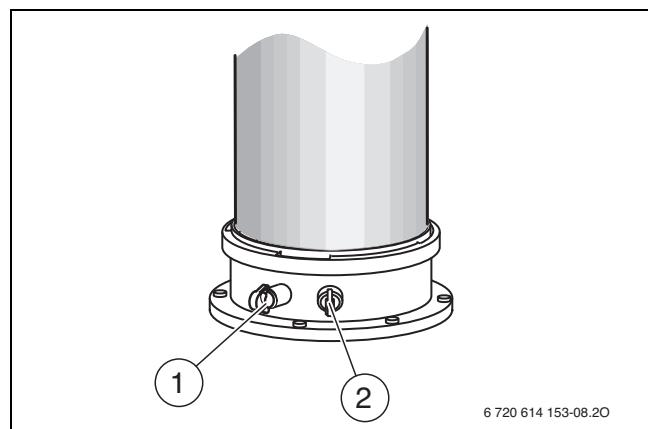

Bild 54 Abgasmessstutzen und Verbrennungsluft-Messstutzen
- Stopfen am Verbrennungsluft-Messstutzen (→ Bild 54, [2]) entfernen.
- Stopfen am Abgasmessstutzen (→ Bild 54, [1]) entfernen.